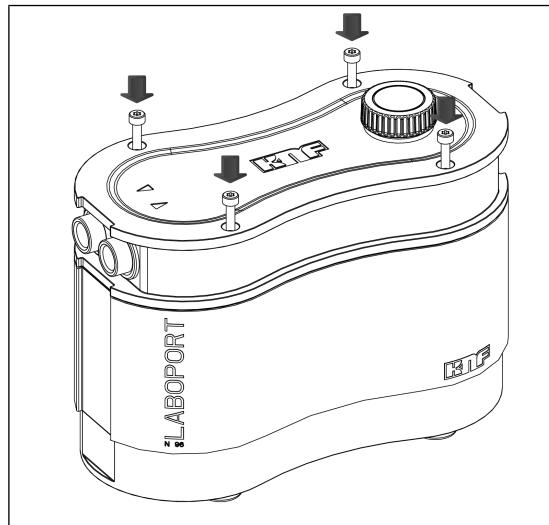

Fig.14: Enroscar los tornillos de la carcasa
3. Apretar los cuatro tornillos de la carcasa (1) de forma cruzada (par de apriete: 190-200 Ncm) (ver Fig. 14).